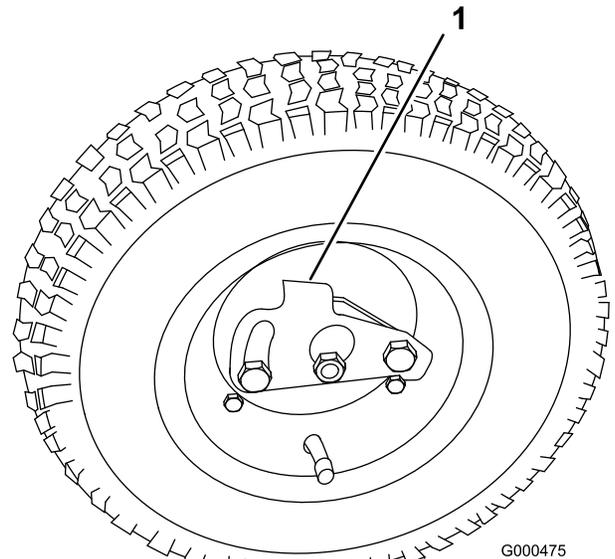

Bild 14
2. Drücken Sie den Radarretierungsclip zur Mitte des Rads und schieben Sie das Rad auf die Sechswandelle (Bild 14).